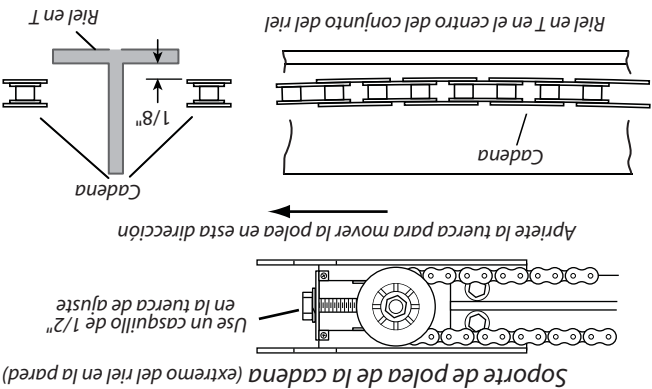

FIG. 1-3 Ajuste de la cadena.
2. Apriete la cadena girando en sentido dextrorso la tuerca de ajuste. La tuerca de ajuste de la cadena está localizada opuesta a la caja de control en el otro extremo del riel (Fig. 1-3).
3. Tense la cadena hasta que la cadena esté aproximadamente 1/8 de pulgada encima de la base del riel en el punto medio del riel (Fig. 1-3). NO apriete excesivamente la cadena.